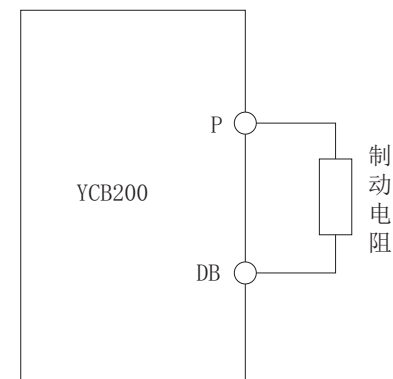

图10-1 制动电阻的安装
5.5kW及以下规格YCB200变频器的制动电阻连接如图10-1所示。